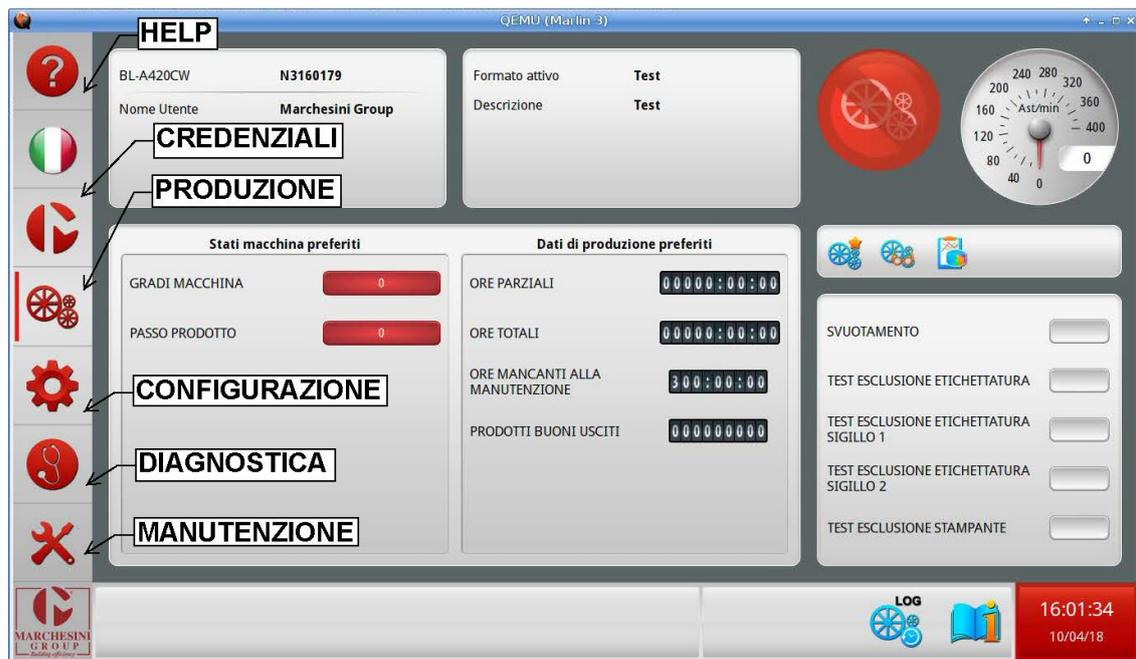

Figura 8: pannello di controllo delle macchine automatiche
Uno screenshot del pannello di controllo della macchina automatica è mostrato in Figura 8.
- *produzione*: è la schermata rappresentata in Figura 8, nella quale vengono riportati alcune generalità della macchina;